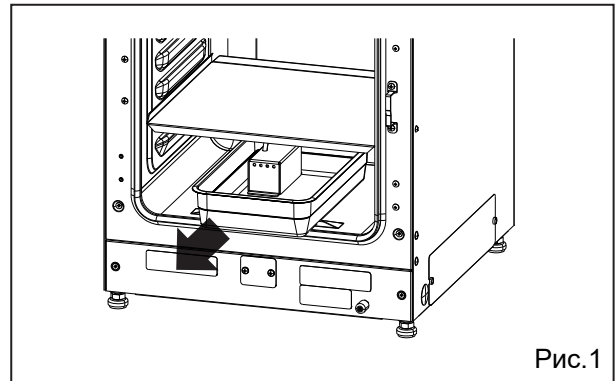

Рис. 1
1. Вытяните увлажнительный поддон (Рис. 1).